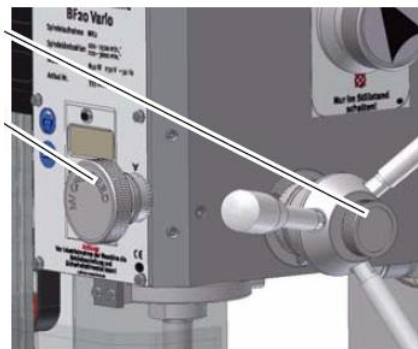

Рис. 4-7: точная подача
- Отвинтите винт на ручке (Рис. 4-7 «Точная подача» на стр. 30). Рычаг втулки шпинделя отодвигается от сверлильно-фрезерной головки и размыкает муфту точной подачи.